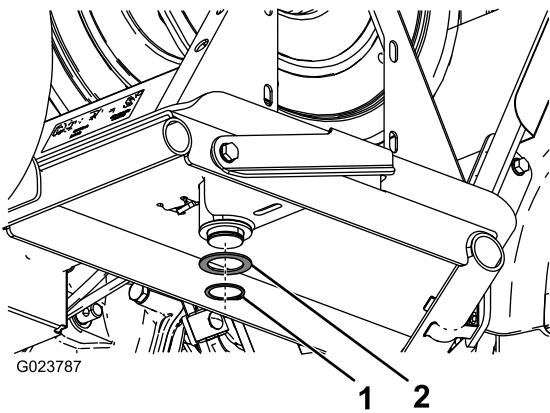

Рисунок 10
4. На нижней поверхности рамы шлангового барабана присоедините упорную шайбу и стопорное кольцо к стойке на поворотной пластине (Рисунок 10).